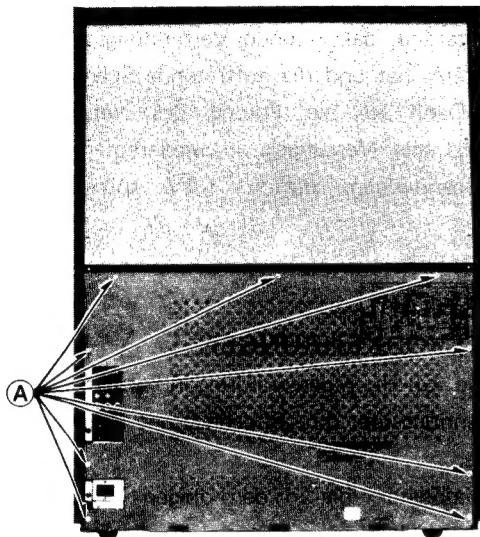

Fig. 1 Abb. 1
1. Remove 9 screws (A) in fig. 1.
1. Die 9 Schrauben (A) in Abb. 1 entfernen.